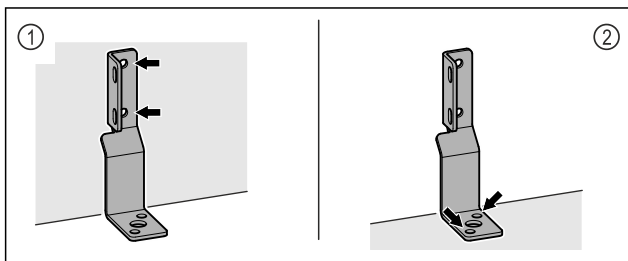

Fig. 6
► Upevněte úhelník na stěnu Fig. 6 (1) nebo podlahu Fig. 6 (2).